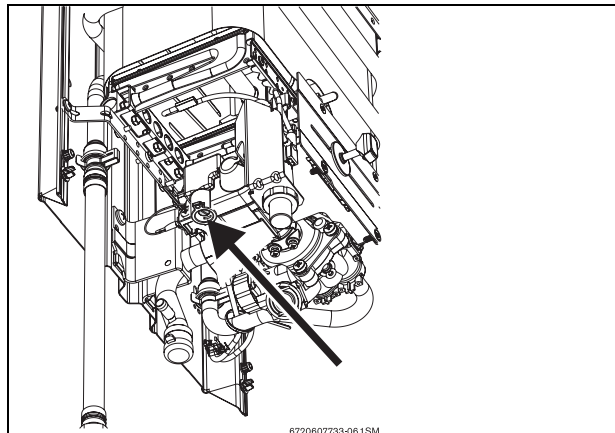

Bild 16 Einstellschraube max. Gasmenge
- ▶ Plombierung von der Einstellschraube entfernen (Bild 16).
- ▶ Mit der Einstellschraube (Bild 16) den Düsendruck gemäß Tabelle 6 einstellen.